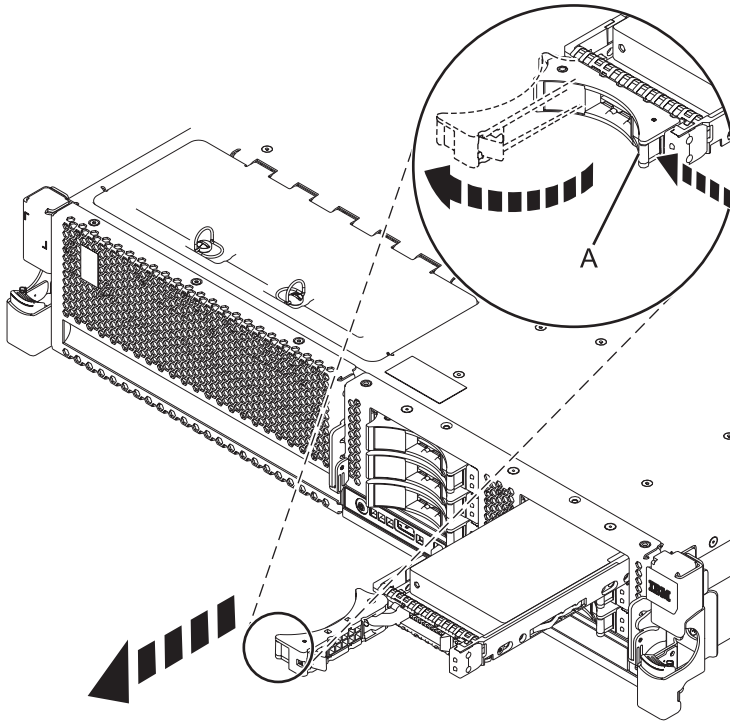

Figura 3. Extracció de la unitat de disc de la placa posterior
- 1) Desbloquegeu la nansa de la unitat de disc (A) estirant-la per desconnectar la unitat de disc.
- 2) Col•loqueu una mà sota la unitat de disc i estireu amb compte la unitat fora del sistema tal com es mostra a la Figura 3.